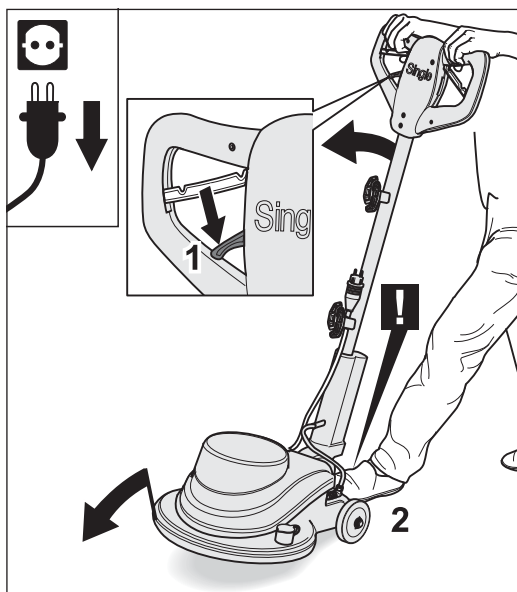

Fig. 16 Soltar la palanca reguladora e inclinar la máquina con cuidado hacia delante.
- 7 Incline la máquina cuidadosamente por encima de las ruedas hacia delante, apoyándola sobre el plato portaabrasivos y sujetando la máquina con el pie para que no se deslice (fig. 16).